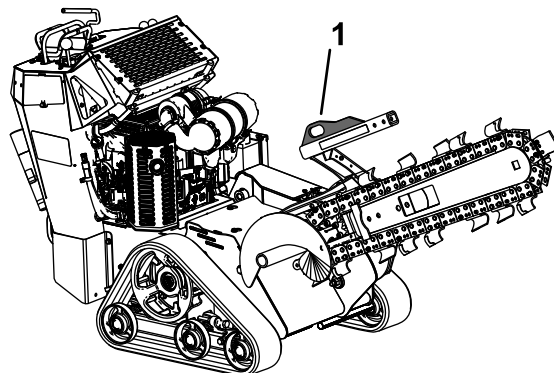

図 17
3. マシンの前後にあるロープ掛けポイントを利用して、ロープやチェーンなど適切なものでトレーラに機体を固定する 図 17 と 図 18。ロープ掛けや積荷固定についてはそれぞれの地域の法令などを順守してください。
ロープ掛けポイントを吊り上げポイントとして利用することができます 図 17 と 図 18。